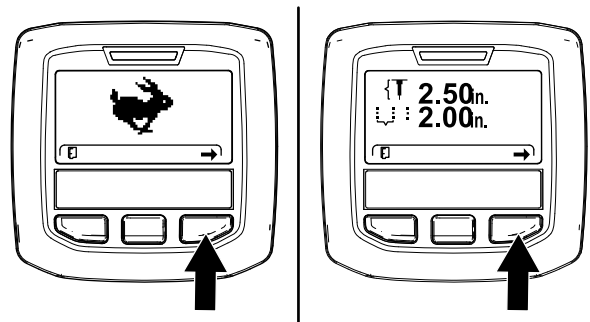
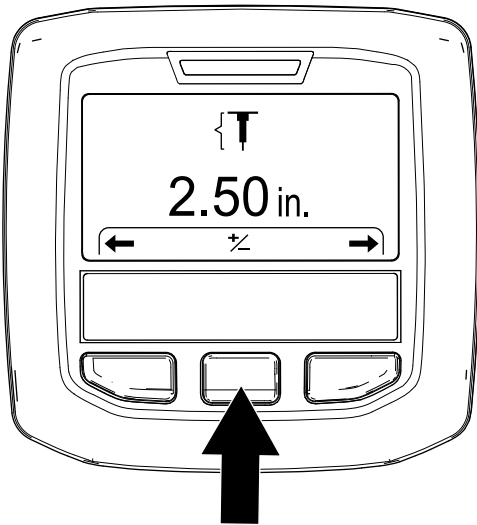

Bild 51
Bild 52
- Drücken Sie die rechte InfoCenter-Taste, bis der Bildschirm „Einstellen der Lochtiefe“ angezeigt wird (Bild 51 und Bild 52).